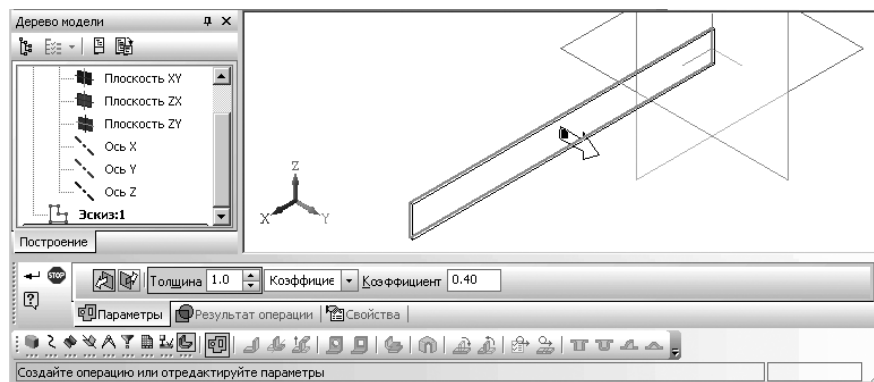

Рис. 7.10. Фрагмент главного окна системы
- щелкните дважды на **Панели свойств: Листовое тело** в поле **Толщина** и введите в это поле, например, значение равное 3, а затем нажмите на клавишу **Enter**. Возможное состояние системы показано на рис. 7.10.